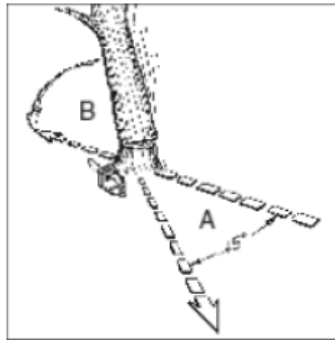

Fig 10a
**Avertisment:** Înainte de a începe tăierea, trebuie prevăzută și degajată o cale de evacuare (A). Calea de evacuare trebuie să se prelungească înapoi și în diagonală, în sens opus direcției de cădere, ca în Fig. 10a.
**Notă:** direcția de cădere (B) este controlată cu ajutorul tafei. Înainte de a face o tăietură, studiați poziția crengilor mai mari și înclinarea naturală a arborelui, pentru a determina direcția de cădere a arborelui.
**AVERTISMENT:** Când tăietura de doborâre se apropie de balama, arborele ar trebui să înceapă să cadă. Când arborele începe să cadă, scoateți ferăstrăul din tăietură, opriți motorul, lăsați jos ferăstrăul cu lanț și părăsiți zona pe calea de evacuare (Fig. 10a).